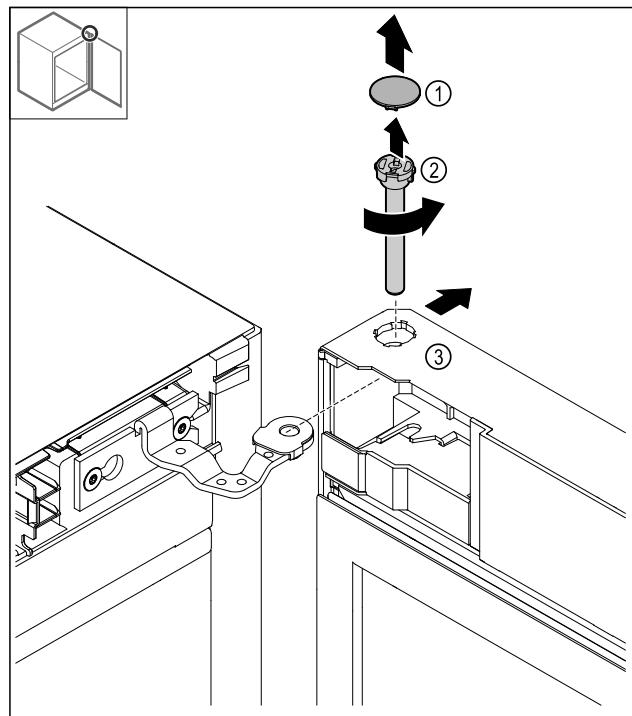

Fig. 19
► Зніміть накладку Fig. 19 (1).
► Відкрутіть палець Fig. 19 (2) проти годинникової стрілки й витягніть його.
► Злегка нахиліть дверцята Fig. 19 (3).